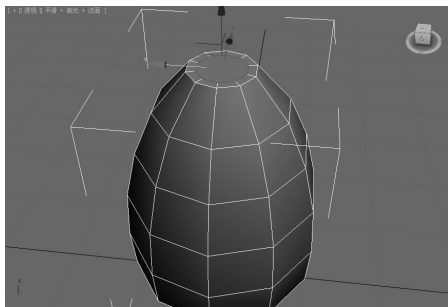

图 5-84 顶面插入多边形 ▲
(3) 回到圆柱体的“修改”命令面板,在“选择”卷展栏中单击“多边形”按钮,在透视图选中圆柱体的顶面,在“编辑多边形”卷展栏中单击“插入”按钮右边的  按钮,弹出“插入多边形”对话框,设置“插入量”为 0.85,单击“确定”按钮,在透视图中得到如图 5-84 所示的效果。